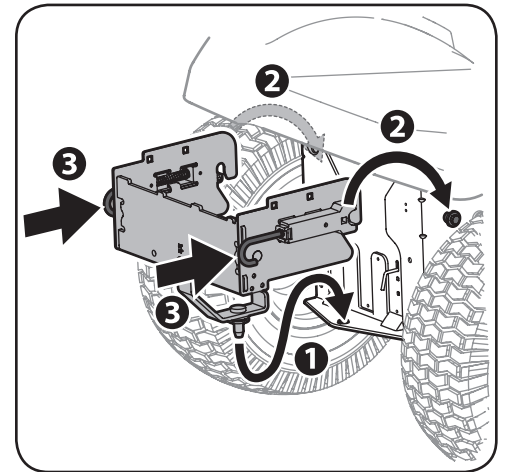

Figura 4-5
3. Inserte el pasador del fondo de la ménsula de soporte en el adaptador de enganche de la parte posterior del bastidor del cortacésped con un pequeño ángulo. Vea 1 en la Figura 4-5.
4. Pase el conjunto del soporte de enganche hacia delante y sobre los pernos con reborde a los lados del bastidor del cortacésped. Vea 2 en la Figura 4-5.
5. Suelte los ganchos de la parte posterior del soporte. Vea 3 en la Figura 4-5.